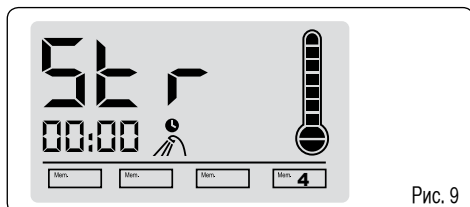

Рис. 9
Включите прибор при помощи кнопки Start/Stop , Через 3 сек после включения начнётся подача воды и высветится надпись **5 P** (рис.9)
2. Угол направления струи регулируется поворотом разбрызгивающей головки в держателе. При определении положения ползуна на направляющей стойке (Рис. 9) учтите рост самого высокого человека, который будет регулярно пользоваться душем.